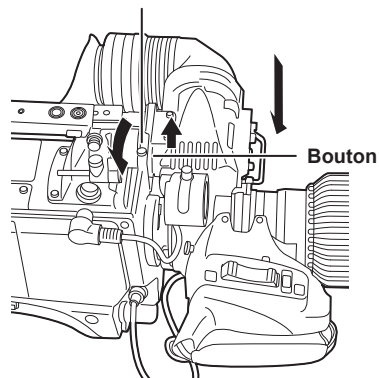

Fig. 1
- 2** Tirez le bouton situé sur la plaque de montage et faites glisser la plaque de manière à fixer le viseur. (Fig. 1)